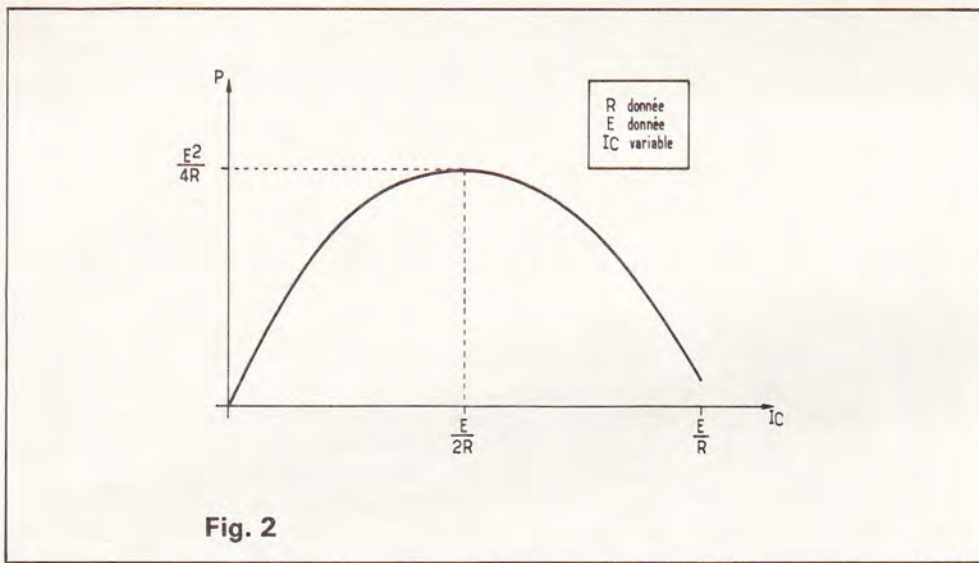

Fig. 2
Pour le cas général, il faut étudier mathématiquement la fonction donnée par la relation (1). Nous épargnerons ce travail à nos lecteurs, et nous nous contenterons du résultat, que traduit graphiquement la courbe de la figure 2. On y voit que la puissance est maximale lorsque l'intensité atteint la moitié de sa valeur de saturation, ce qui correspond à :